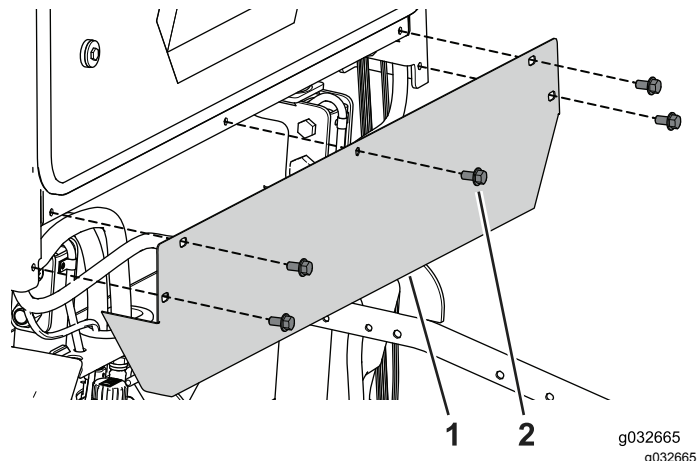

図 107
1. 後カバーをキャブに固定しているボルト5本を外す **図 107**。